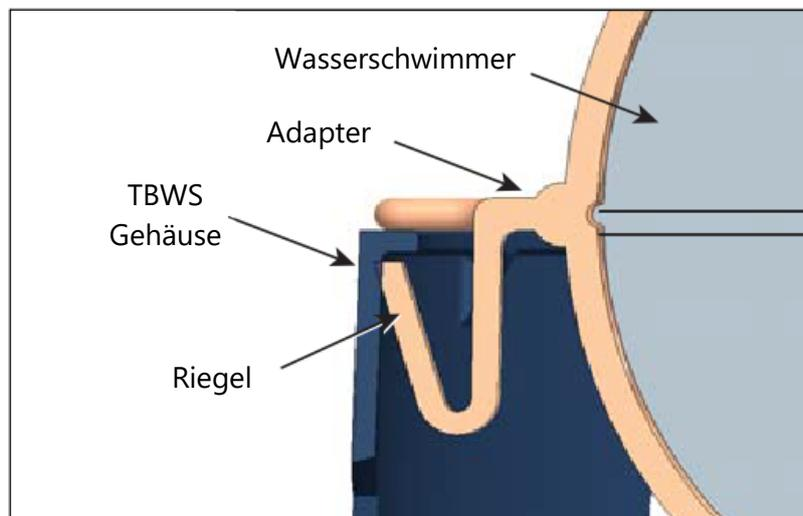

Abbildung 3: Korrekte Adapterverriegelung unter dem LLWS-Gehäuseflansch
5. Überprüfen Sie die sechs Verriegelungen auf dem Adapter, um sicherzustellen, dass sie vollständig unter dem Flansch des LLWS-Gehäuses eingerastet sind. Andernfalls kann es zu einem Ablösen des Low Level Wasserschwimmers kommen (siehe Abbildung 3).